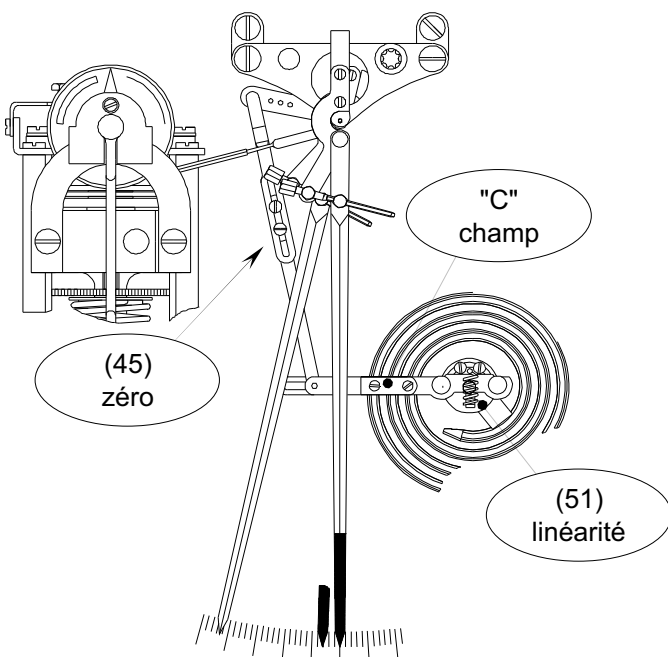
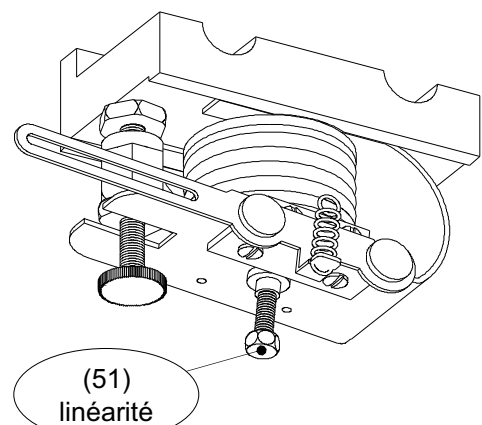

Fig. 8.1.1
Fig. 8.1.2
Pour corriger tout éventuel écartement de la plume écrivante du variable mesuré de la valeur réelle, agir sur le tirant (45) (voir Fig 8.1.1).
Voir Fig. 8.1.1 pour les éléments de température et pression (Série 350). Voir Fig. 8.1.2 pour les éléments de réception 3÷15 psi (Série 350).